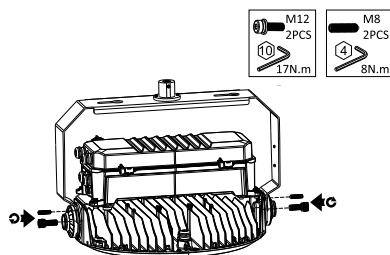

Fig. 32
2. Fixer le support multi-montage au luminaire en réattachant les plaques de montage en U de chaque côté du luminaire (Fig. 32).